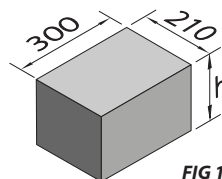

FIG 1
1. Verifique se o piso em que o equipamento será sobreposto é resistente o suficiente para que o mesmo possa ser parafusado nivelado e que não tenha acúmulo de água. Caso o local de fixação do equipamento não esteja adequado, deverá ser confeccionada uma base de concreto de acordo com as exigências ao lado (fig. 1):
Compruebe que la superficie donde se procederá a fijar el mecanismo, sea lo suficientemente resistente y nivelado para poder ser fijado al piso. De no contar con una superficie firme, se deberá fabricar una base de concreto, tomando como referencia al lado (fig. 1):